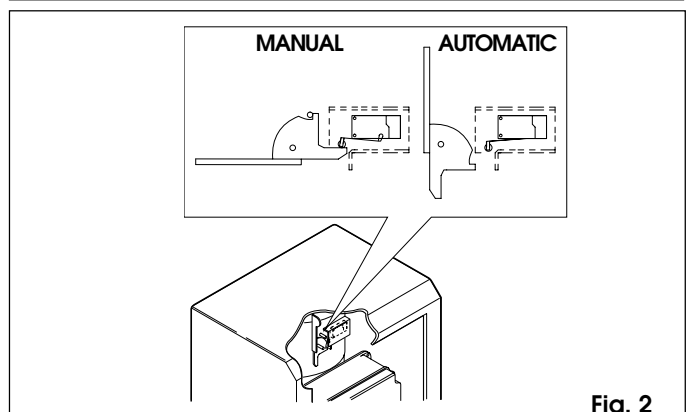

Fig. 2
- Un micro-interrupteur de sécurité dans le système de déverrouillage empêche que toutes impulsions transmises à l'automatisme puissent en commander le fonctionnement (fig. 2 rep. 7).
- Agir sur le levier de déblocage comme indiquée fig. 2.
- Ramener le levier de déblocage dans sa position d'origine (Fig. 2)..